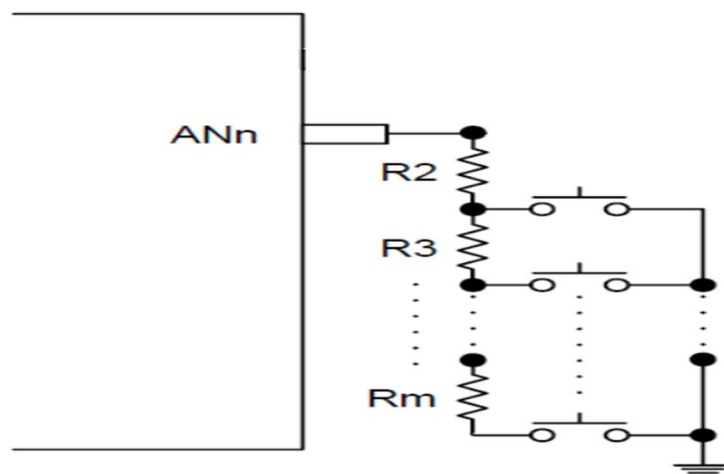

Figure 16-3 ADC 按键输入串联电阻应用参考图
- 6，如果 Figure16-3 中的某个键被按下，端口上就会有一个电压值，当这个电压值小于 4.2V（@VDDD=5V）时，AMWIF 标志位会被拉高。芯片也会从省电模式醒来，同时进入 ADC 中断服务程序，软件清零 AMWIF 标志；